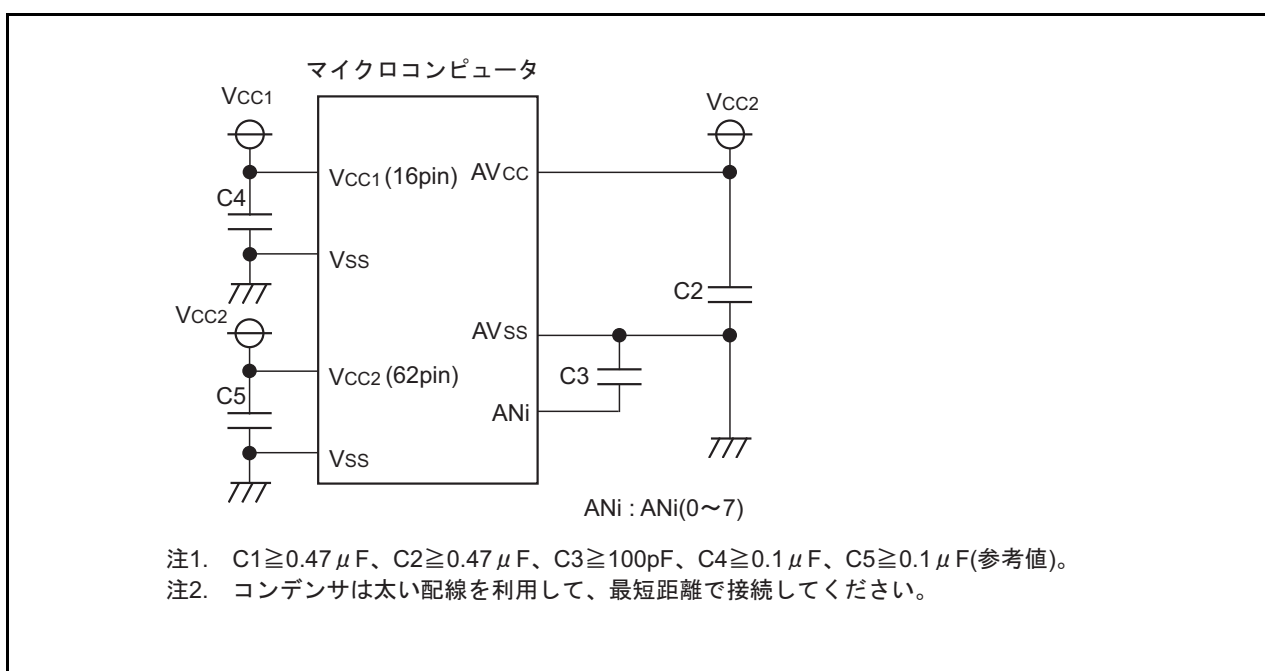

図19.2 各端子の処理例
3. ノイズによる誤動作やラッチアップの防止、また変換誤差を低減するため、AVcc 端子、アナログ入力端子(ANi(i=0~7))とAVss端子の間には、それぞれコンデンサを挿入してください。同様にVcc端子とVss端子の間にもコンデンサを挿入してください。図19.2に各端子の処理例を示します。